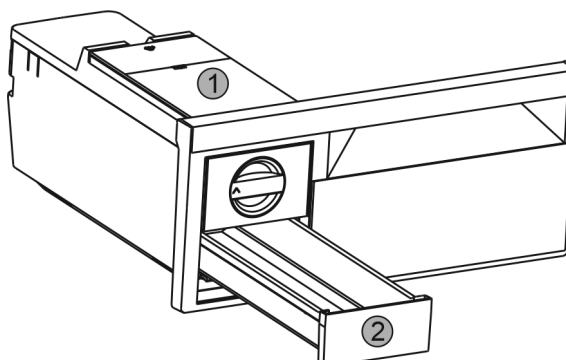

Fig. 46
- ▶ Enlever le réservoir d'eau Fig. 46 (1) et le tiroir à glaçons Fig. 46 (2).